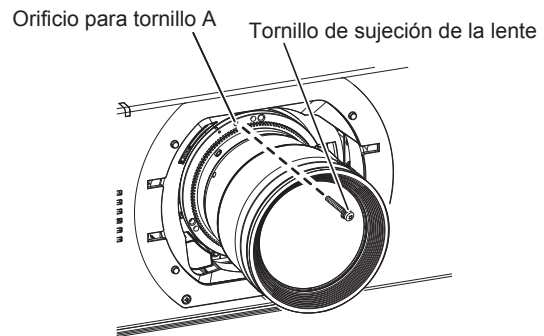

Figura 2
3) Asegure la lente de proyección con el tornillo de sujeción de la lente suministrado. (Figura 2)